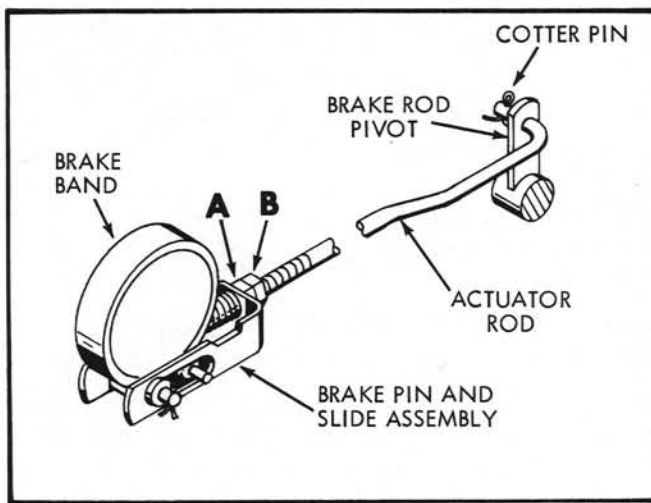

Figure 12.
7. BRAKE ADJUSTING SPRING AND PIVOT POINTS. (Figure 12).
9. BRAKE SLIDE BRACKET (Figure 12).
11. BRAKE ROD PIVOT (Figure 12).
BRAKE ADJUSTMENT (See Fig. 12)